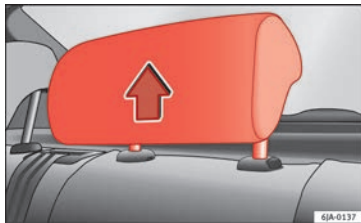

Fig. 74 Appuie-tête en position d'utilisation.
- Trois positions **d'utilisation** » fig. 74. Dans ces positions, l'appuie-tête se comporte comme un appuie-tête normal, qui protège